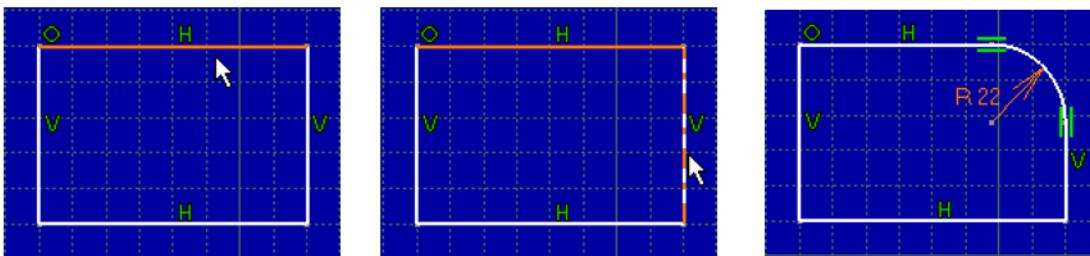

Fig.5. Pasii de selectare pentru crearea unui colt
- Se selecteaza cele doua linii intre care se doreste creat un colt sau se selecteaza punctul lor de intersectie (fig.5);